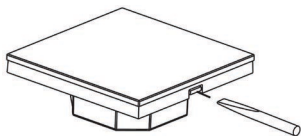

Рис.3. Снятие лицевой панели.
3.6. Отсоедините лицевую панель от корпуса, аккуратно поддев её плоской отверткой (Рис.3).